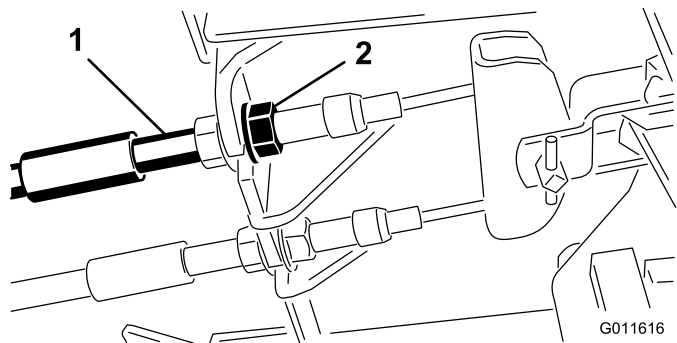

Figura 65
1. Per ridurre il gioco dei pedali del freno, stringete i freni allentando il dado anteriore sull'estremità filettata del cavo del freno (Figura 65).